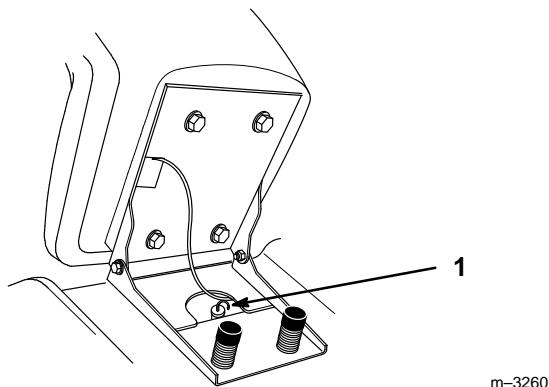

Figure 43
- Nettoyer les abords de la jauge de transmission (Fig. 43) pour éviter la chute d'impuretés dans l'ouverture de remplissage, ce qui risquerait d'endommager la transmission.
- Retirer la jauge et essuyer l'extrémité métallique (Fig. 43).
- Verser lentement le volume d'huile de recharge spécifié dans le tube de remplissage (Fig. 43).
- Contrôler ensuite le niveau d'huile de la boîte-pont comme expliqué à la page 37. Rajouter de l'huile lentement pour amener le niveau jusqu'au repère du plein (F) sur la jauge.